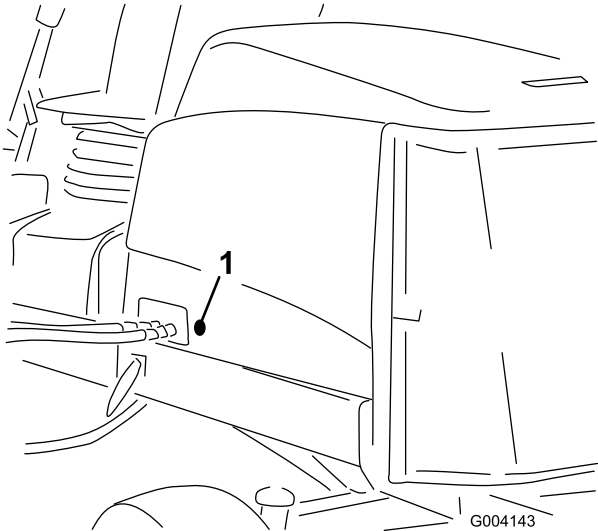

Figura 16
- Retire el tapón de goma del taladro de lado izquierdo del capó (Figura 16).